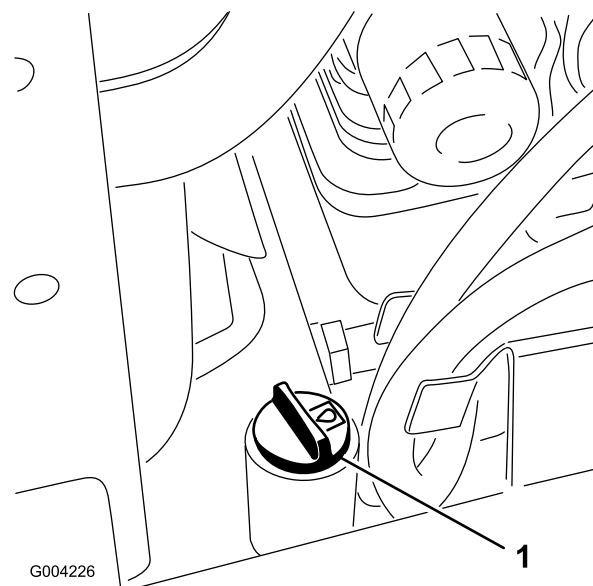

Figura 58
5. Pulite la zona intorno al collo del bocchettone del serbatoio idraulico (Figura 58).